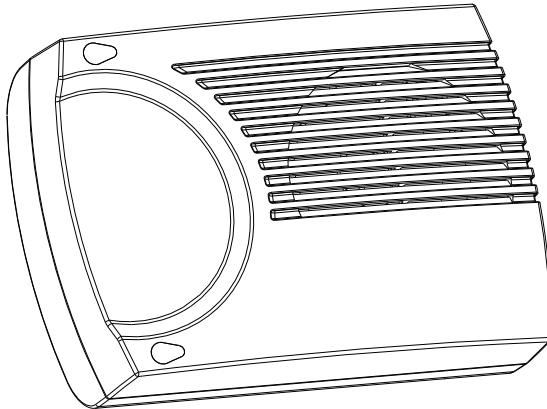

Fig. 1
- 1) Rimuovere i tappi di copertura e svitare le viti (Fig.1).
- 1) Remove the screw caps and release the screws (Fig.1).
- 1) Enlever les bouchons de protection et desserrer les vis de fermeture (Fig.1).
- 1) Retire las tapas que cubren los tornillos y desenroscar (Fig.1).